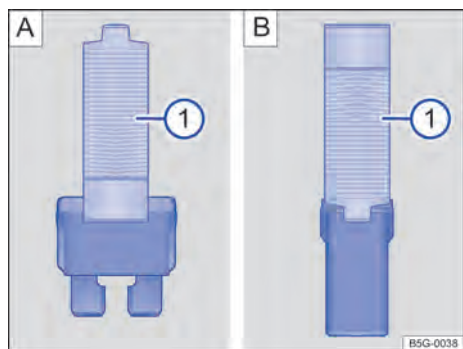

Fig. 174 Retirar ou colocar o fusível com a pinça de plástico: **A**: fusível plano, **B**: fusível de bloqueio.
→ Fig. 174 **A** ① da cobertura da caixa de fusíveis.
→ Fig. 174 **A** ① ou → Fig. 174 **B** ① lateralmente no fusível.
- Caso o fusível esteja queimado, substituir o fusível por um novo da *mesma* intensidade de corrente (mesma cor e inscrição) e do *mesmo* tamanho → ①.